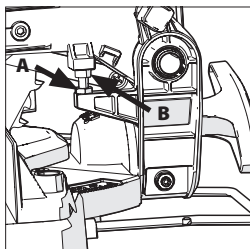

Fig. 12A + 12B
- Afloje la contratuerca del tornillo de parada del recorrido descendente con una llave de 10 mm (no suministrada) (**Fig. 12A**).